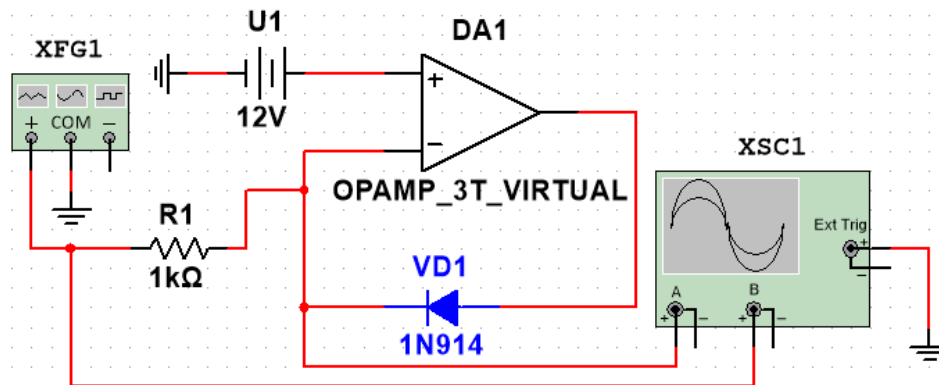

Рисунок 14.1
1.1 Зберіть схему обмежувача на ОП, наведену на рис. 14.1. На неінвертуючий вхід ОП подавайте постійну напругу обмеження ($U1$), а на інвертуючий вхід – синусоїдальний сигнал з параметрами: $f_{\text{вх}} = 1$ кГц, $U_{\text{вх}} = (10+N)$ В, де N – номер варіанту.